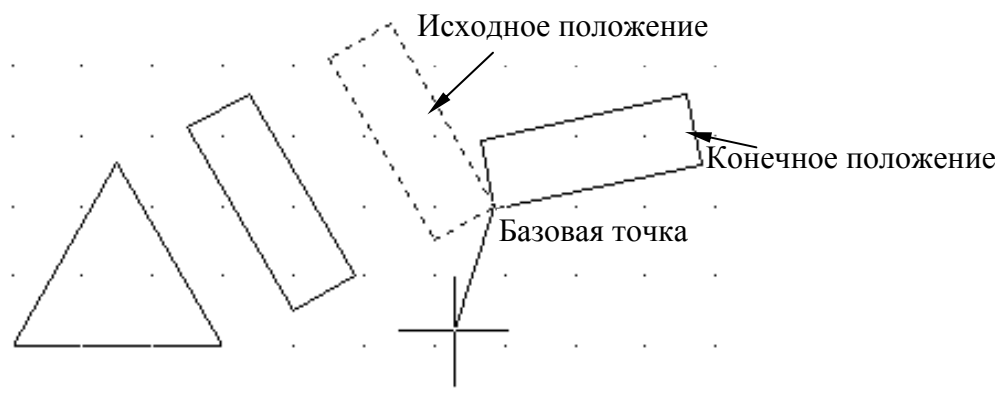

Рис. 1.13. Поворот объектов
*Базовая точка:* Укажите один из углов прямоугольника, см. рис. 1.13.